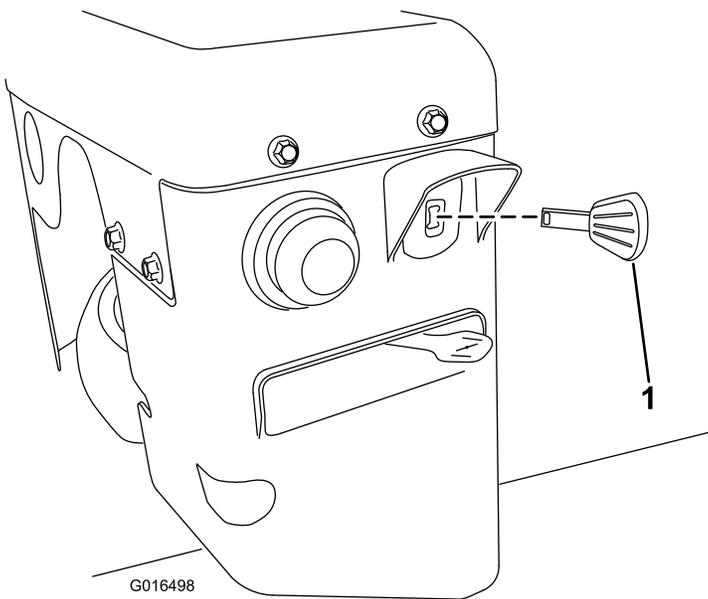

Bild 21
3. Stecken Sie den Zündschlüssel ein (**Bild 21**).